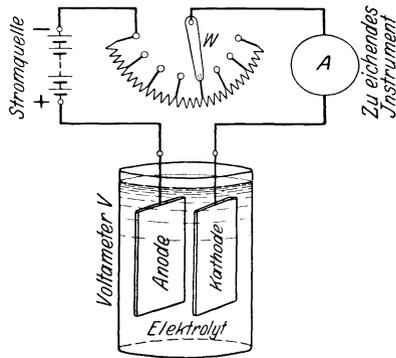

Abb. 1. Eichung von Meßinstrumenten mittels Voltmeter.
15. Um eine Tangentenbussole zu eichen, wurde in den Stromkreis mehrerer Elemente (Abb. 1) ein Regulierwiderstand W , ein Kupfervoltmeter V und die Tangentenbussole A eingeschaltet. Dieselbe zeigte im Mittel aus 20 Ablesungen $40 [55]^\circ$ an, während die Zeitdauer des Stromschlusses $30 [35]$ Min. betrug. Die Wägung der Kathode vor und nach dem Versuch ergab eine Gewichtszunahme von $2 [1,08]$ g. Wie groß ist hiernach der Reduktionsfaktor der Tangentenbussole?